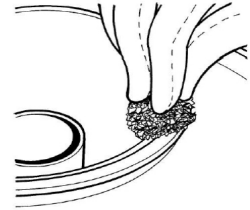

Fig. 9
5. Sehr sorgfältig den Kesselhals säubern und das Mehrwegeventil so positionieren, dass das Rohr in die mittige Öffnung passt (Fig. 9). Stecken Sie das Steigrohr in die zentrale Öffnung ein und stellen Sie sicher, dass der O-Ring nicht aus seinem Sitz geschoben wird.